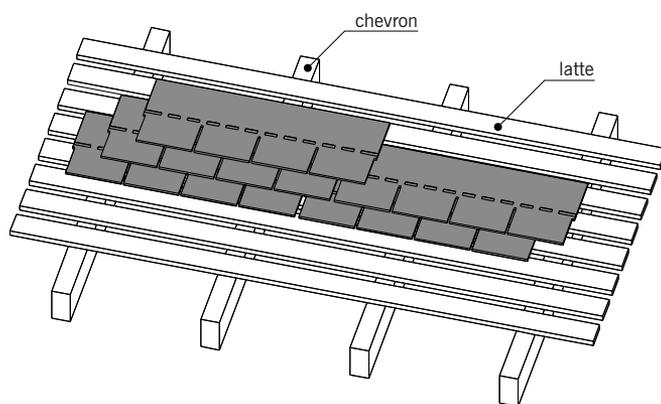

fig. 7.35
- La pose sur support discontinu dite **pose à la française** (fig. 7.35) : le support est constitué de larges lattes de bois rapprochées. Cette méthode dans laquelle la fixation des bardeaux s'effectue au moyen de crochets, est réservée à certains types de bardeaux.